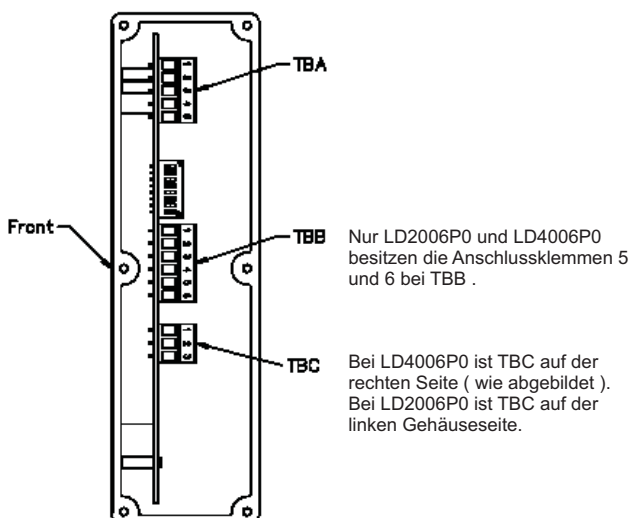

Bild 4.1: Seitenansicht rechts
3. Modell LD4006P0 hat den Klemmenblock TBC auf der rechten Seite platziert (siehe Bild 4.1). Modell LD2006P0 hat den Klemmenblock TBC auf der linken Seite.